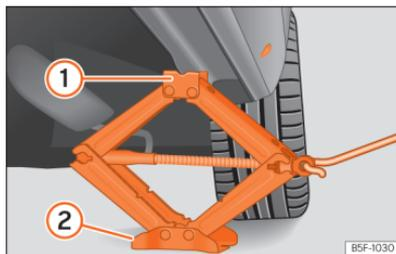

Fig. 197 Longarina: colocação do macaco do veículo.
- Rode a manivela do macaco, colocado por baixo do ponto de apoio da longarina, para levantá-lo até que o ressalto ① » » » Fig. 197 se encontre por baixo do alojamento previsto.
- Alinhe o macaco de forma a que a patilha ① «encaixe» no alojamento previsto da longarina e que a placa base móvel ② fique apoiada no chão. A placa base ② deve ficar colocada na vertical relativamente ao ponto de apoio ①.